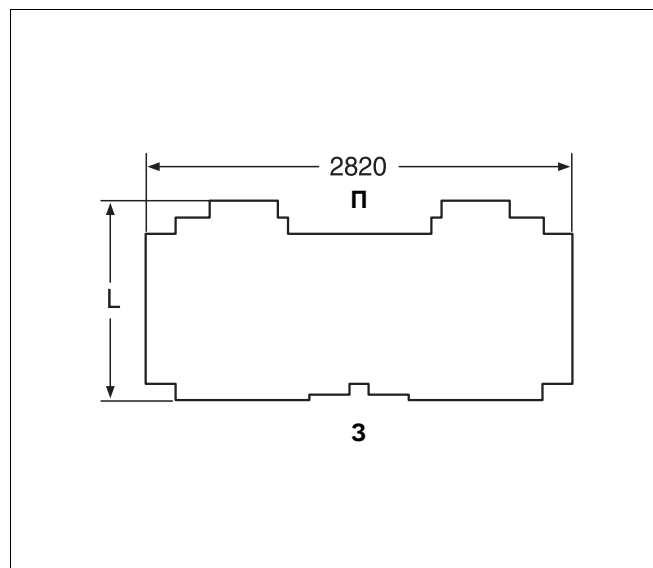

Рис. 32 Теплоизоляция
- Поставляемые теплоизоляционные элементы соответствуют типоразмеру котла (таб. 3). Разместите теплоизоляцию на котле в соответствии с рис. 32.